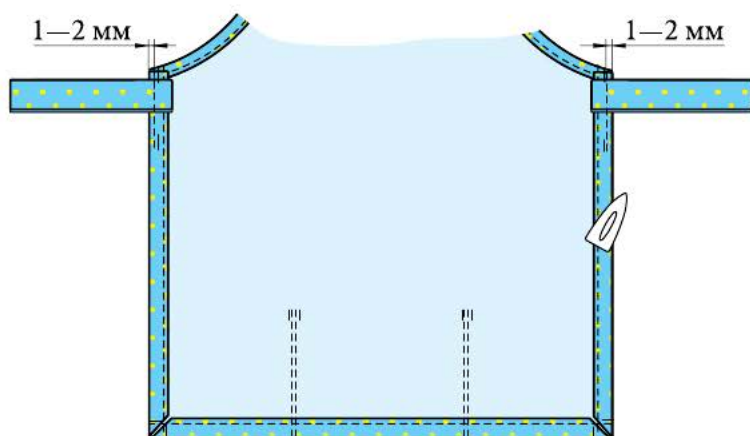

Рис. 6.56. Окончательная отделка фартука
5. Удалите **СВН**, отогните детали пояса в стороны от середины фартука (рис. 6.56) и **настрочите** их на боковые швы нижней части фартука, отступив от края 1—2 мм, делая закрепки в конце строчек. **Приутюжьте.**